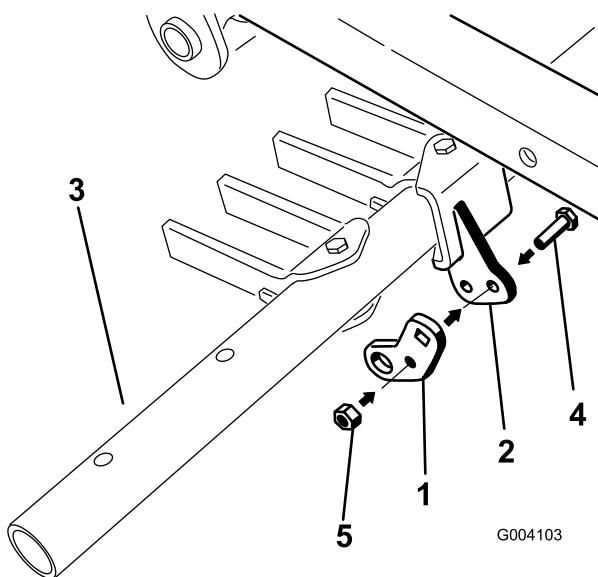

図 13
2. ピボット・タブの中央の穴を使って、ピボット・タブを、ツールバーのピボット・ブラケットに仮止めする (図 13 ; ボルト ((5/16 x 1 インチ)) とロックナット ((5/16 インチ)) を使用する)。
3. センター・ピボット・ボルト（図 13の 4）を 175~220 in.-lb (2.0~2.5 kg.m) にトルク締めする。